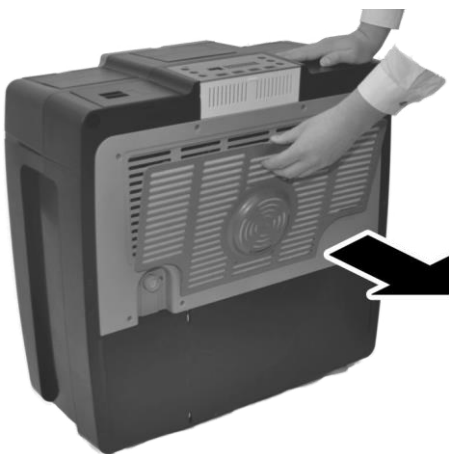

Abb. 28: Ansauggitter öffnen
1. ▶ Ansauggitter durch Ziehen öffnen (Abb. 28).